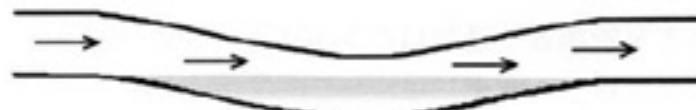

図1
- 図1～3は排水管異常の典型的3パターンである。
- ・図1は排水管のたるみ沈下などで排水が滞留した状態である。